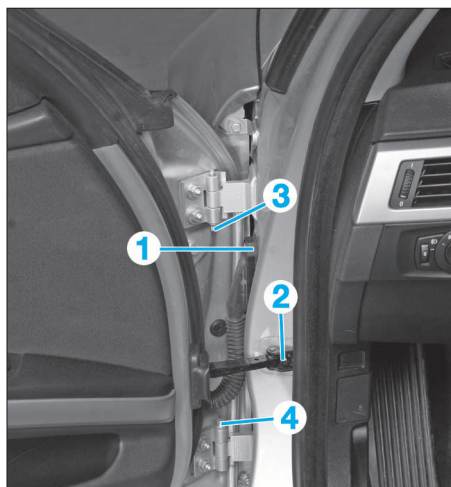

FIG. 48
- Dévisser la vis (1) du cadre du connecteur (Fig.48).